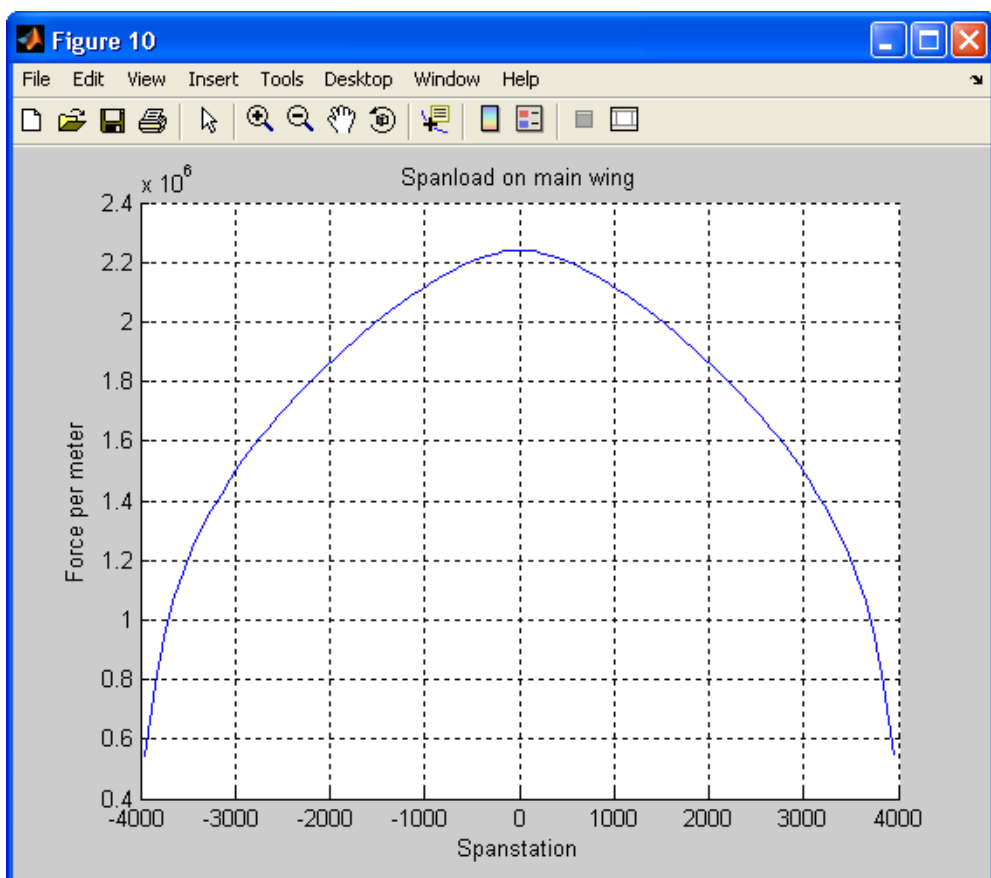

Рисунок 1.18 - Погонная нагрузка на крыло
7. Погонная нагрузка на крыло (см. Рисунок 1.18).